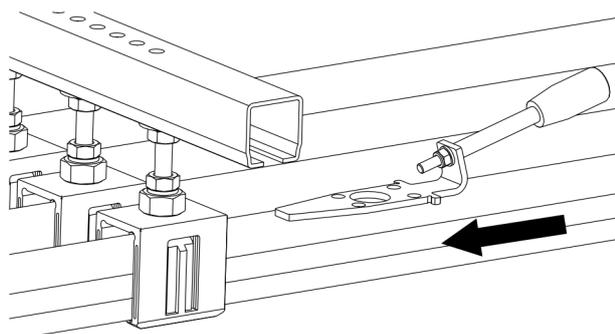

Fig. 62 : Pousser l'outil 1 entre le rail conducteur et la griffe de suspension.
- Pousser l'outil 1 jusqu'à l'arrêt entre le rail conducteur et la griffe de suspension (voir Fig. 62).